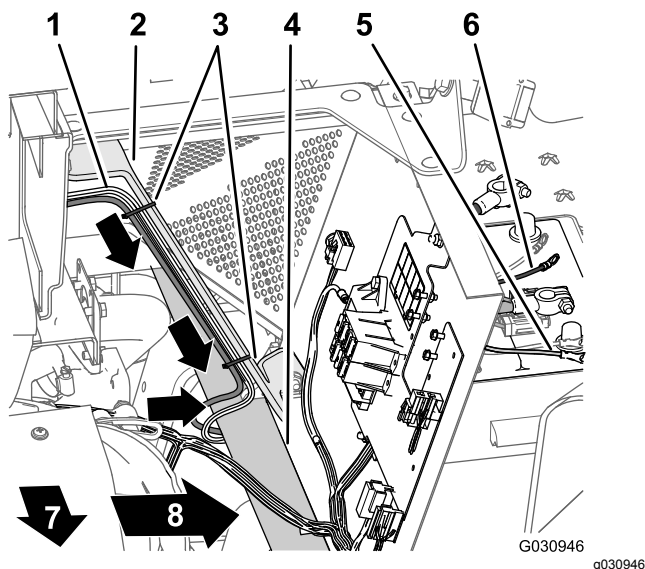

Figura 116
3. Instradate la diramazione di 108 cm del cablaggio preassemblato verso il basso lungo il supporto sinistro della copertura del motore e sotto il tubo sinistro del telaio (Figura 116).
4. Instradate il fusibile da 50 A e i terminali ad anello positivo e negativo della diramazione di 108 cm del cablaggio preassemblato verso la parte superiore della batteria (Figura 116).